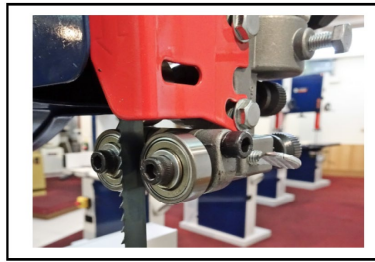

Figure 9
1. Réglez le roulement du guide-lame supérieur et inférieur à env. 0,5 mm de la lame. Assurez-vous que le roulement et le dos de la lame sont à env. 0,5 mm. (Reportez-vous aux figures 9 et 10)